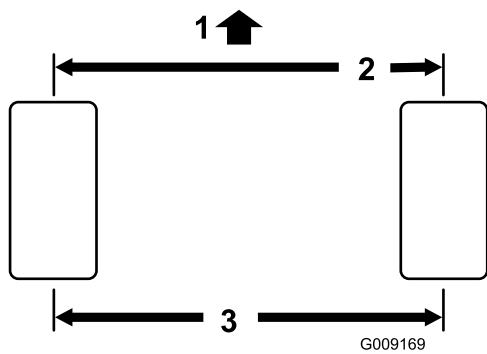

Figure 63
2. Mesurez l'entraxe (à hauteur d'essieu) à l'avant et à l'arrière des roues directrices (Figure 63).